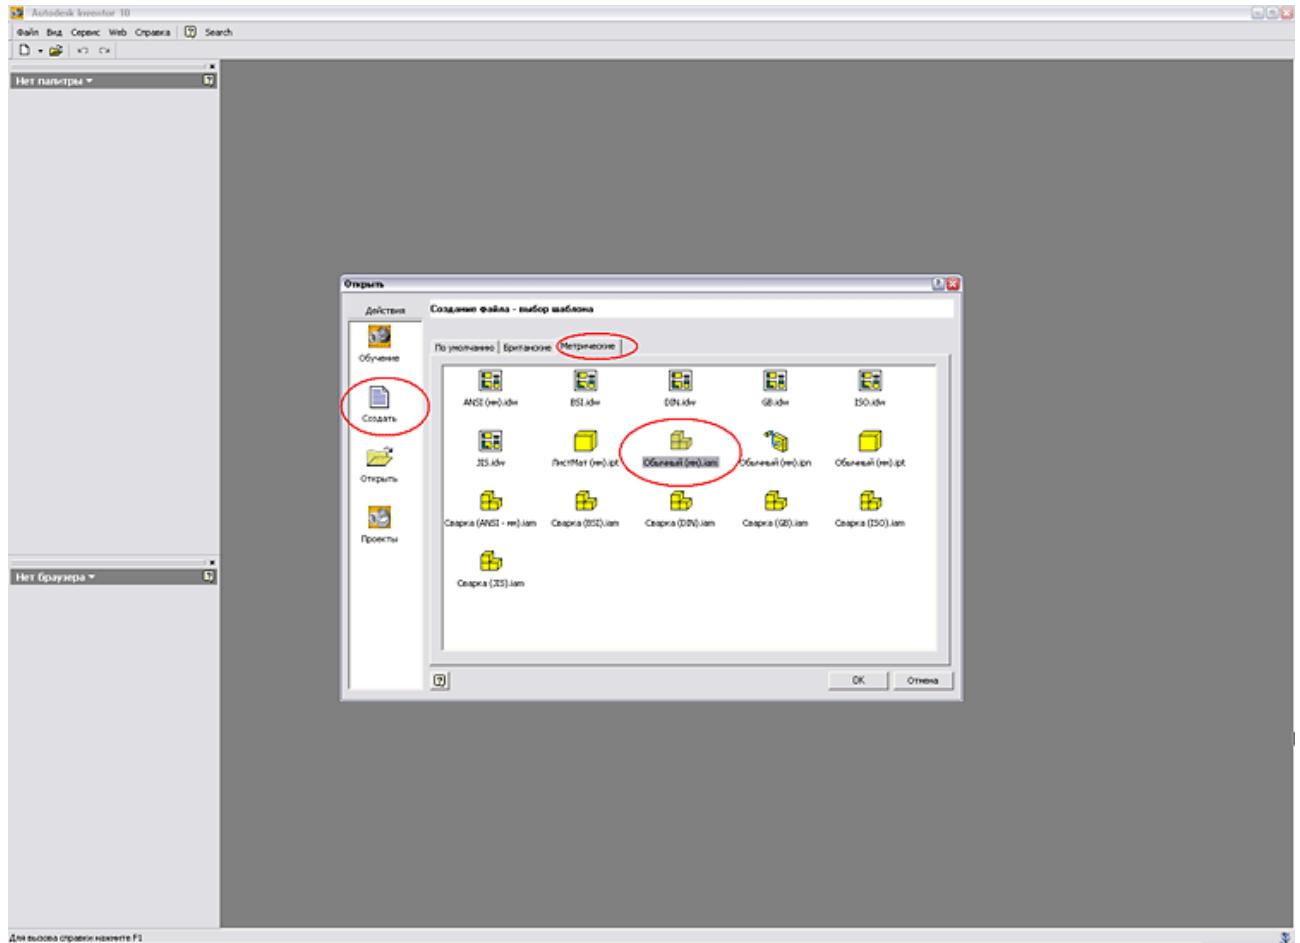

Рис. 1
1. Для начала создаем файл сборки изделия (\*.iam). Для этого выбираем в меню «Файл» команду «Создать». В открывшемся окне выбираем закладку «Метрические» и шаблон «Обычный (мм).iam» и нажимаем на кнопку «OK» (см. Рисунок 1).